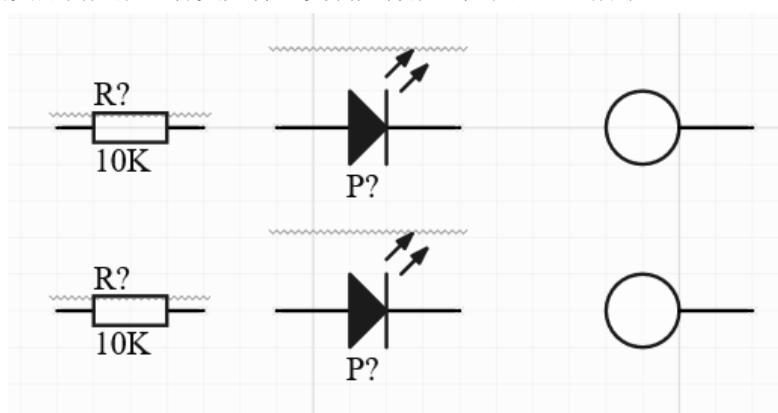

图 13-16 复制元件放置
- (1) 有时候在设计时需要用到多个同类型的元件，这个时候不需要在库里面再执行放置了，可以按住“Shift”键，然后拖动就可以复制了。
- (2) 如果想多个一起复制，可以选择多种类型的元件，然后再执行步骤（1）就可以了，可以同时复制多种类型的元件。
- (3) 根据实际需要放置各类元件。复制元件放置如图 13-16 所示。